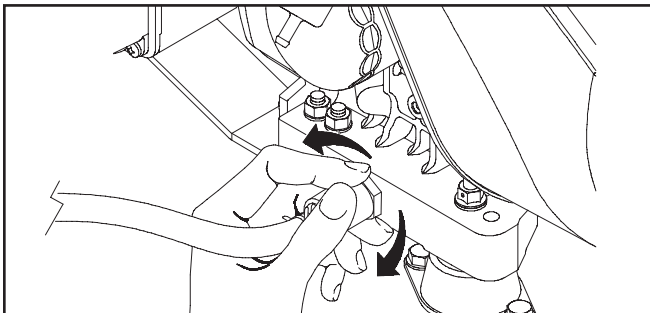

Figura 5 — Adaptador de Vaciado de Aceite
- Presione y gire el adaptador de vaciado de aceite 1/4 de vuelta hacia la izquierda. Tire lentamente hasta que empiece a salir el aceite (Figura 5). No separe el adaptador de vaciado de aceite del motor.